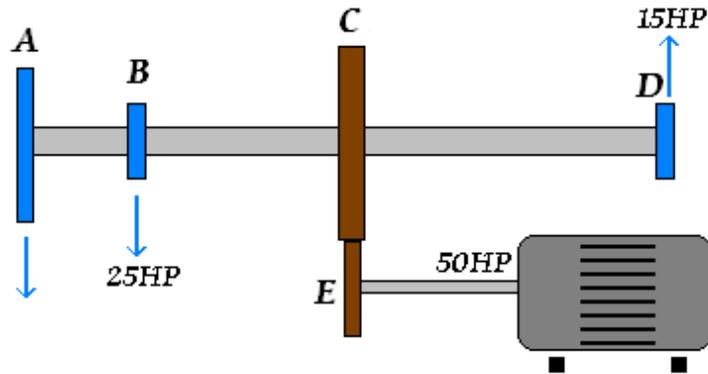

Figura 1: Esquema para P1.
Como se observa en la figura 1, el sistema cuenta con un par de engranes y tres poleas para las máquinas. Tanto el engrane mayor (C) como las tres poleas (A, B, D) están unidas a un mismo eje, \overline{AD} , el cual tiene un diámetro de $2''$. El diámetro del eje del motor es de $1''$.